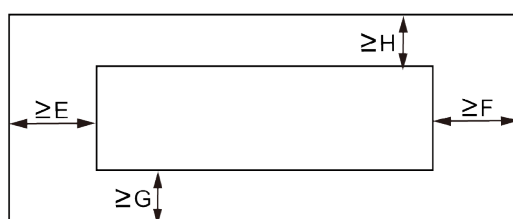

Fig.3.2.3
- ❽ Un espace destiné au raccordement des tuyaux doit être laissé libre autour de l'unité, comme indiqué à la figure 3.2.3.
- ❾ L'appareil doit être installé à l'écart de sources de chaleur, de gaz inflammables et de fumée.
- ❿ L'unité intérieure, l'unité extérieure, le cordon d'alimentation et le fil électrique doivent être situés à au moins 1 m du téléviseur et de la radio. Sinon, ces appareils électriques peuvent subir des interférences et du bruit parasite. (Même si la distance est de 1 m, en cas de fortes ondes électriques, du bruit peut se produire.)